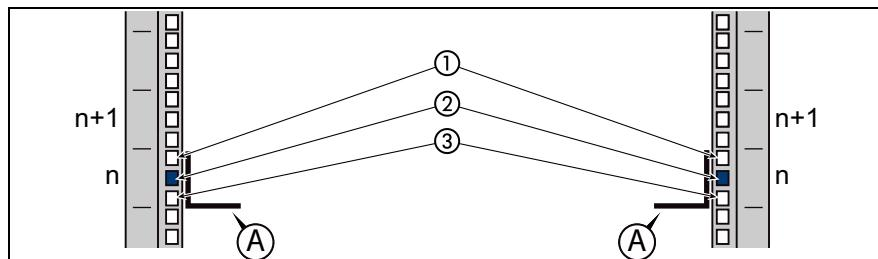
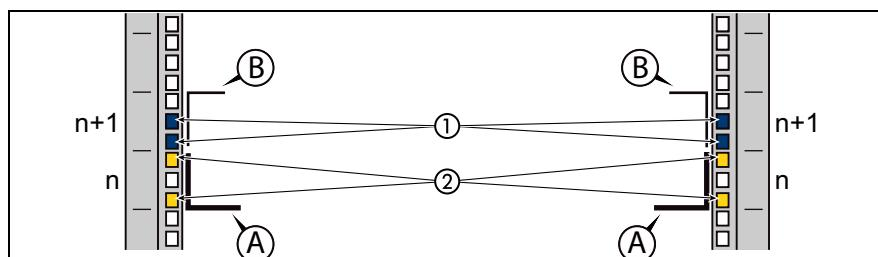

図 7: ラックでのシャーシの位置 - 前面ラック支柱
図 8: ラックでのシャーシの位置 - 背面ラック支柱
CX400 M1 シャーシのサイズは、2U (HU) です。図 7 および図 8 に、取り付けレール、押さえクランプ、およびシャーシを固定するためのネジおよびケージナットの位置を示します。